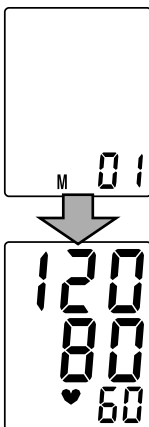

Рис.5
3. Просмотреть содержимое памяти прибора Вы можете, нажав кнопку M. При первом нажатии кнопки M на экране появится среднее значение трех последних показаний, хранящихся в памяти прибора с индексом «А». При повторном нажатии кнопки M на экране кратковременно отобразится индекс «1» (номер ячейки памяти), после чего появится результат последнего измерения (рис. 5).